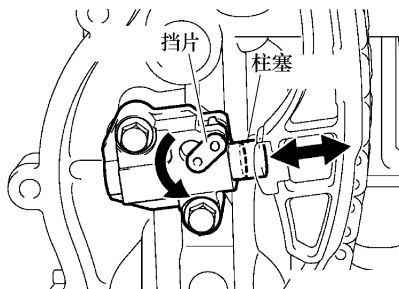

图 1-156 柱塞推入张紧器
① 稍微伸长柱塞, 然后逆时针旋转挡片并松开锁。一旦松开锁后, 将柱塞推入张紧器, 见图 1-156。